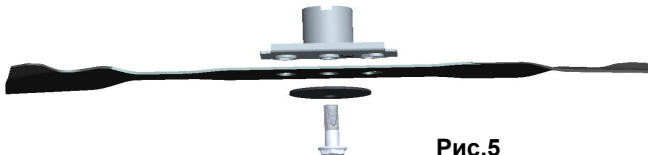

Рис.5
5. Смените лезвие, как указано на рис.5. Затяните винт.